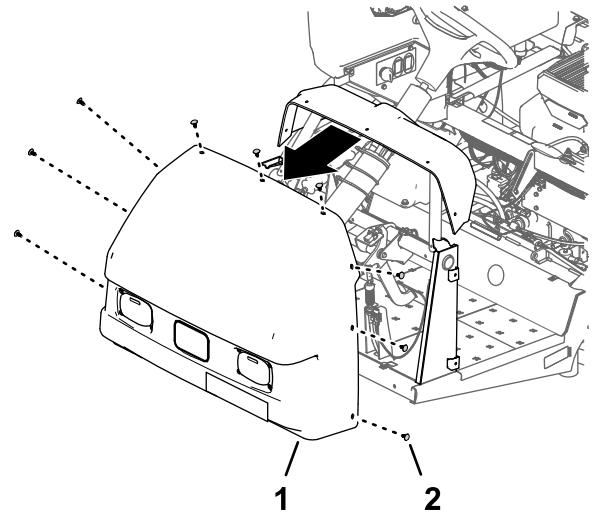

Figura 13
- Retire las 9 grapas que sujetan el capó al salpicadero y al bastidor de la máquina (Figura 13).
- Retire el capó de la máquina (Figura 13).